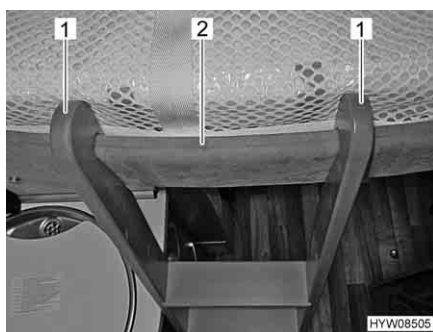

Fig. 40 Scaletta di accesso, agganciata
- Agganciare la scaletta di accesso con le due staffe (Fig. 40,1) nella barra di presa (Fig. 40,2) al letto basculante.
- Staccare la scaletta di accesso dalla barra di presa (Fig. 40,2) nel letto basculante.